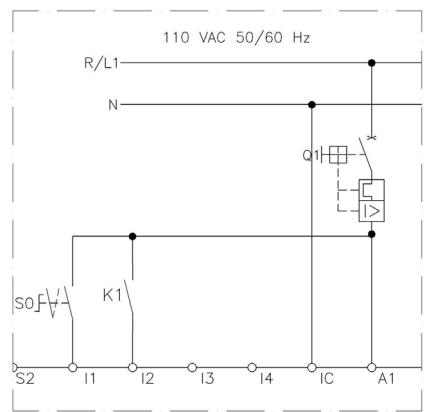

Figura 5.3 - Detalhe da modificação para acionamento utilizando entradas digitais em 110 Vac
Para a unidade de controle (UC) com entradas digitais em 110 Vca é destacada a modificação do esquema na figura 5.3.